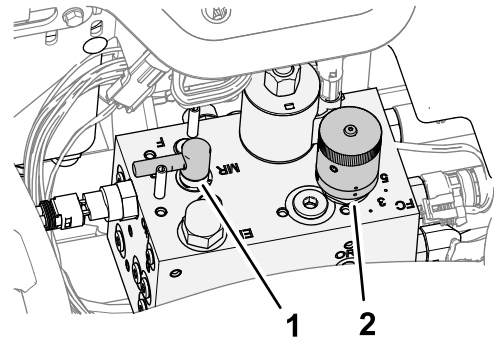

Figura 95
3. Spostate la leva di lappatura in posizione F (tosatura) (Figura 95).